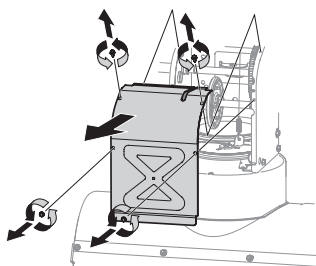

Figure 73
3. Quite la cubierta del bastidor de la parte inferior extrayendo los tornillos autorroscantes (Figure 73).
- Quite la cubierta del bastidor de la parte inferior extrayendo los tornillos autorroscantes (Figure 73).
- Quite la cubierta del bastidor de la parte inferior extrayendo los cuatro tornillos autorroscantes (Figure 73).
- Usando los cuatro tornillos autorroscantes, vuelva a instalar la cubierta del bastidor (Figure 73).